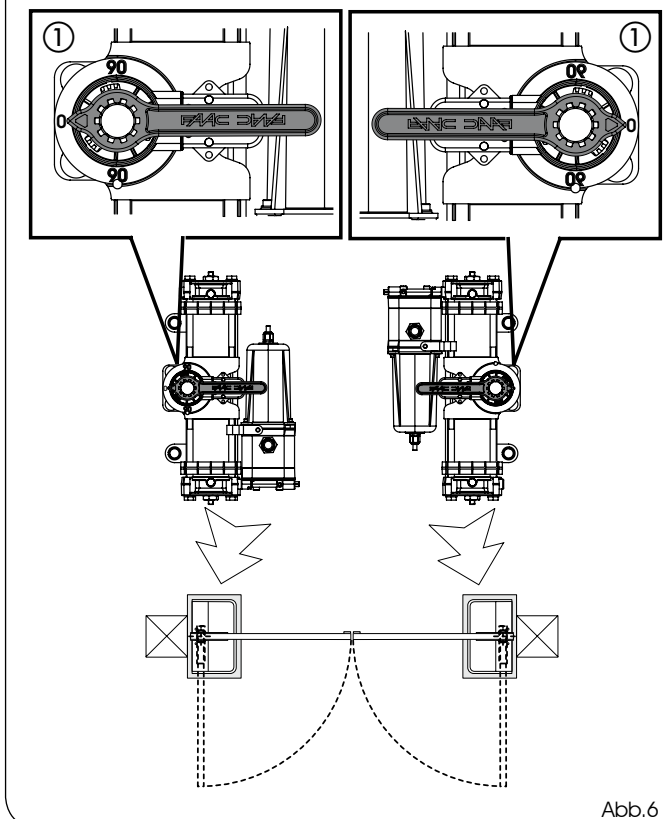

Abb.6
- 6) **Ohne das Ritzel zu bewegen**, den im Lieferumfang enthaltenen Schlüssel am Antrieb einstecken (siehe Abb. 6) und sicherstellen, dass dieser auf 0 (NULL) am Kunststoffteil des Antriebs (Abb. 6, Bez. ①) zeigt, eventuell das Ritzel drehen. **(WICHTIG FÜR DIE KORREKTE KUPPLUNG RITZEL-NUTBUCHSE BEI DER MONTAGE).**